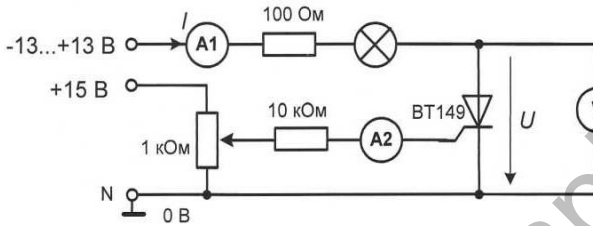

Рисунок 5.31
- Соберите цепь (рис. 5.31) для исследования характеристик управляемых тиристоров. Ручку потенциометра поверните вправо до упора (ток управления равен нулю).